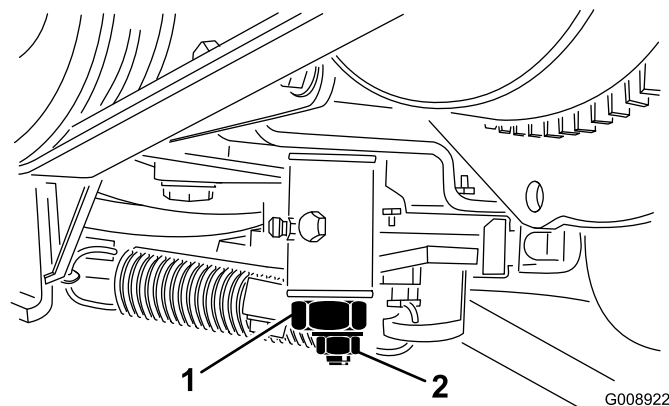

Figura 49
2. Afloje el conector del cable del acelerador en la palanca de la bomba de inyección (Figura 49).